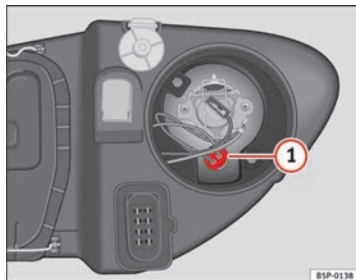

Fig. 185 Luz de población
- Extraiga el portalámparas ⇒ fig. 185 **1** hacia fuera.